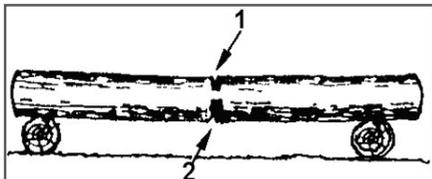

Рис. 16 Пропилы при раскряжке дерева на двух опорах
1. Бревно лежит на двух опорах (Рис. 16). Разгрузочный пропил (1) на 1/3 бревна делается сверху. Основной пропил (2) делается снизу навстречу разгрузочному пропилу.